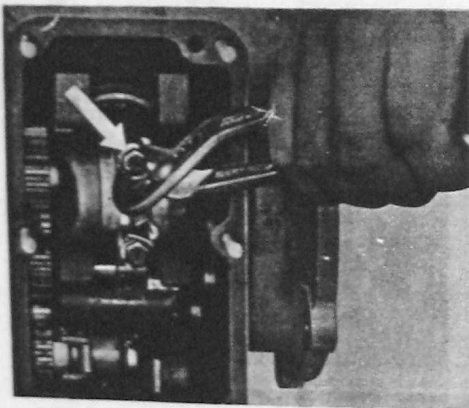

Fig. 36
5. Pleuelschrauben (Fig. 36) mit Drehmomentschlüssel festziehen (2,5 mkg).
5. Tighten connecting rod nuts using a torque spanner as shown in Fig. 36. -18 ft lb - (2,5 m.kg)